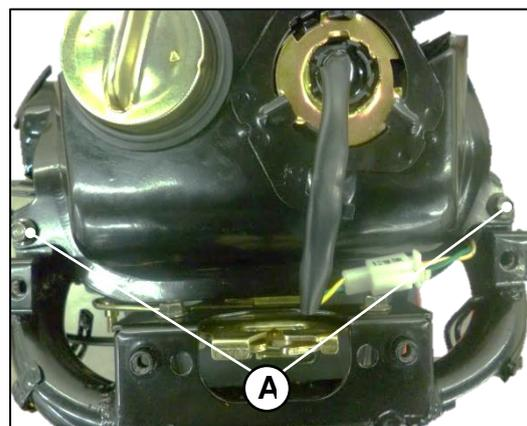

Fig. 9.21
Removemos los dos tornillos (A) que sujetan el tanque y lo desensamblamos. **Fig. 9.21**